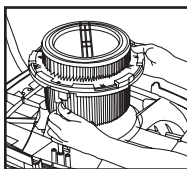

FIGURA 19
26. Quitar la cubierta del depósito. Dar vuelta la cubierta. Mantener una vara en la cubierta y girar el cepillo a la posición de desbloqueo hasta que la lengüeta del cepillo salga de la vara. Repetir con la segunda vara y lengüeta del cepillo para desenganchar el cepillo de las varas. **FIGURA 19.**